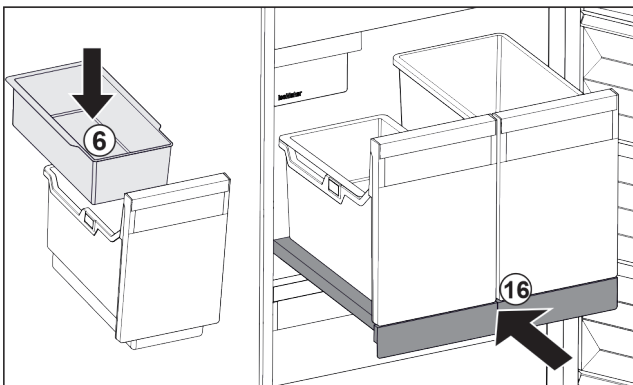

Fig. 58
- ▶ Inhangschaal Fig. 58 (6) voor ijsblokjes aanbrengen.
- ▶ Uitschuifplateau met bak (IceTower) er inschuiven. Fig. 58 (16)